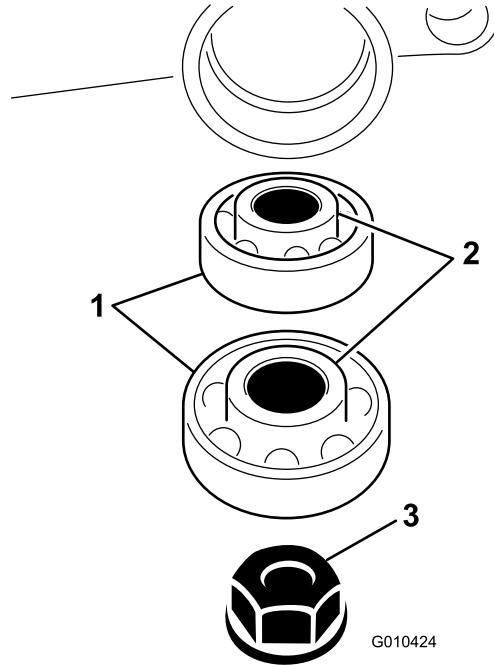

Figure 10
- Insérez les roulements dans le carter sur l'arbre du groomer (Figure 10).
- Fixez l'extrémité de l'arbre du groomer au carter du groomer à l'aide d'un écrou (3/8 po), comme montré à la Figure 10.